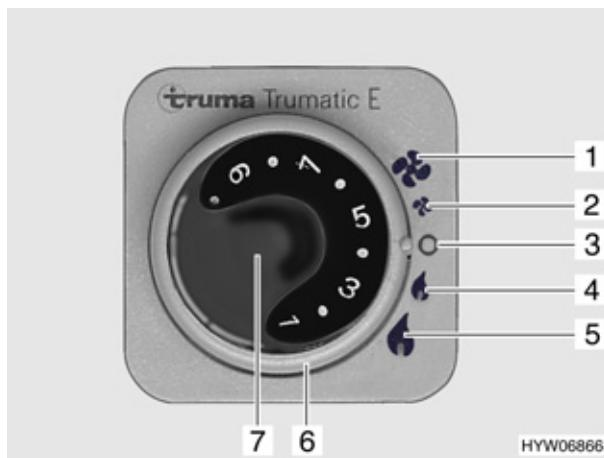

Fig. 121 Centralina di controllo per Trumatic E
- Impostare la manopola della temperatura (Fig. 121,7) sulla potenza desiderata.
- Posizionare l'interruttore girevole (Fig. 121,6) sulla potenza desiderata:
- ▲ potenza piena (Fig. 121,5)
- ▲ potenza minima (Fig. 121,4)
- Posizionare l'interruttore girevole (Fig. 121,6) su "O" (Fig. 121,3).
potenza piena (Fig. 121,1)
potenza minima (Fig. 121,2)